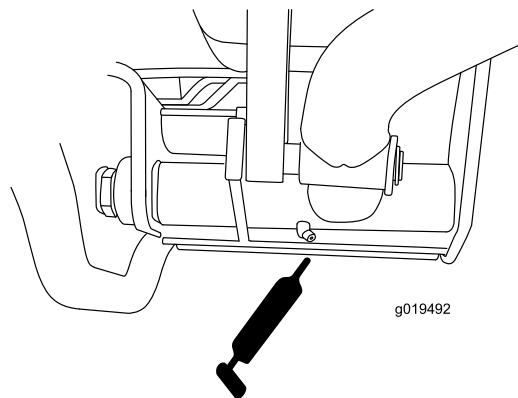

Figure 48
- Pivots de bras de levage arrière (2) (Figure 48).